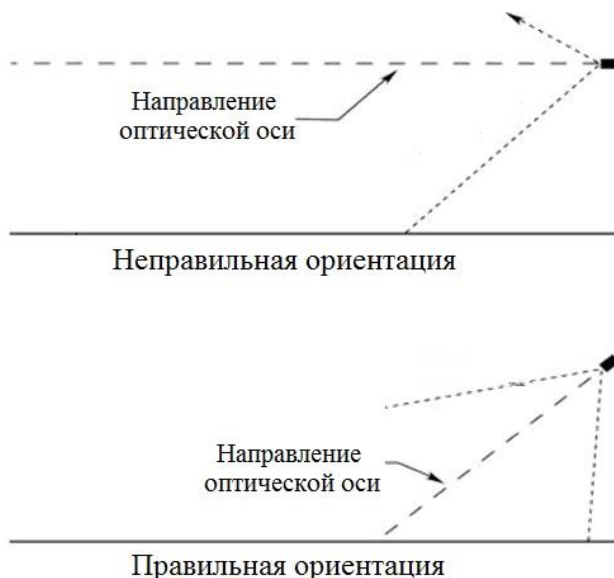

Рисунок 4.5 – Установка термокожуха с ИК-подсветкой по отношению к горизонту
4.5.3 ИК-подсветку рекомендуется нацеливать на объект по нисходящей под углом к горизонту, по крайней мере, $10 - 20$ градусов (рис. 4.5). Такая установка предотвращает скопление влаги на смотровых окнах.